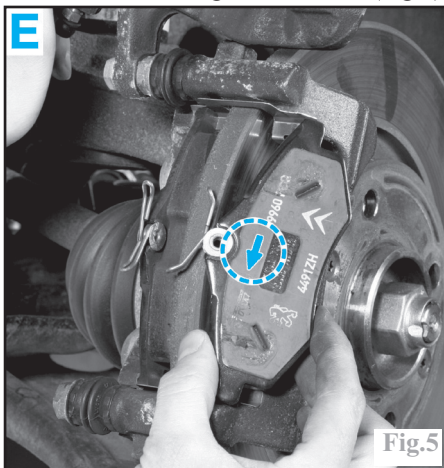

Fig.5
Si besoin est, aspirer le liquide de frein en excédant dans le réservoir de compensation. Mettre en place les plaquettes de frein neuves sur le support d'étrier en respectant leur sens de montage en (E), « flèche » au dos de celles-ci dirigée vers le bas (Fig.5).